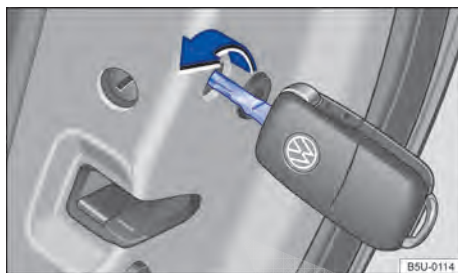

Fig. 157 Travamento de emergência do veículo com a chave do veículo.
- Inserir a haste da chave na fenda → Fig. 157 e girar no sentido horário (para dentro do veículo) até o batente.